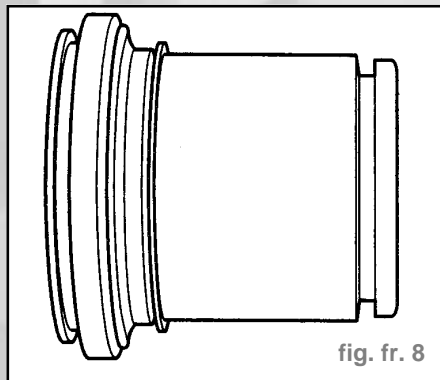

fig. fr. 8
- Placer le capuchon protecteur neuf avec la lèvre d'étanchéité extérieure sur le piston (fig. fr. 8).
- Placer le capuchon de protection neuf avec la lèvre d'étanchéité extérieure sur le piston (fig. fr. 8).